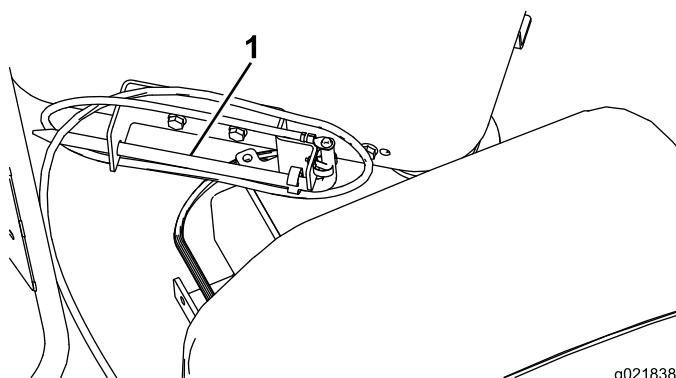

Figura 85
- 1. Retire a haste de aterramento de seu suporte na lateral da plataforma do operador (Figura 85).
2. Avance o sistema de translação à posição inferior na lança e aplique lubrificante de rosca do mandril. Em seguida, recue novamente o sistema de translação à extremidade superior da lança (Figura 85).